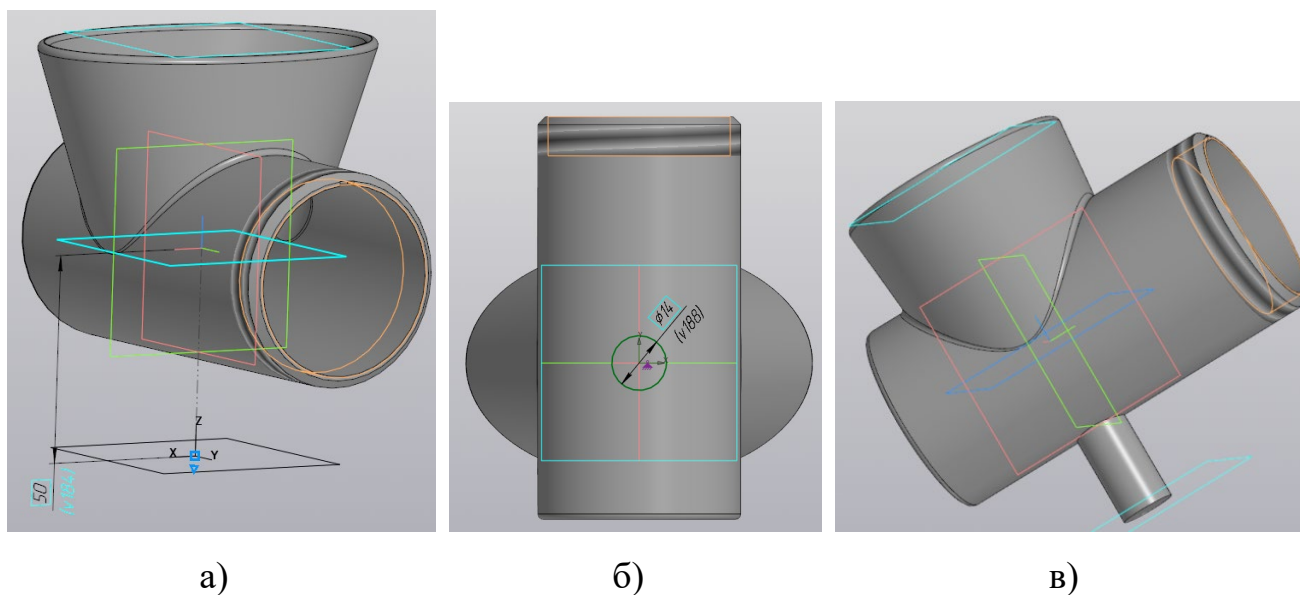

Рисунок 71 – Создание цилиндрического стержня для крепления мясорубки
10.12 Создайте вторую смещенную плоскость, параллельную плоскости XY, на расстоянии 50 мм (рис. 71, а), для создания крепления. На новой смещенной плоскости постройте эскиз в виде окружности диаметром 14 мм (рис. 71, б) и выдавите эскиз способом «До ближайшей поверхности». Результат выдавливания показан на рисунке 71, в. При необходимости измените направление элемента выдавливания. (Можно также воспользоваться способом «До объекта», кликнув мышкой на цилиндр корпуса).